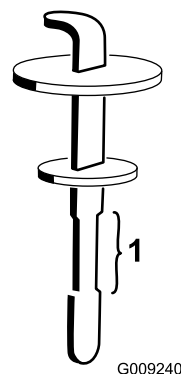

Figure 131
5. Dévissez la jauge du goulot de remplissage et essuyez-la sur un chiffon propre. Remettez la jauge dans le goulot de remplissage, ressortez-la et contrôlez le niveau de liquide (Figure 131).